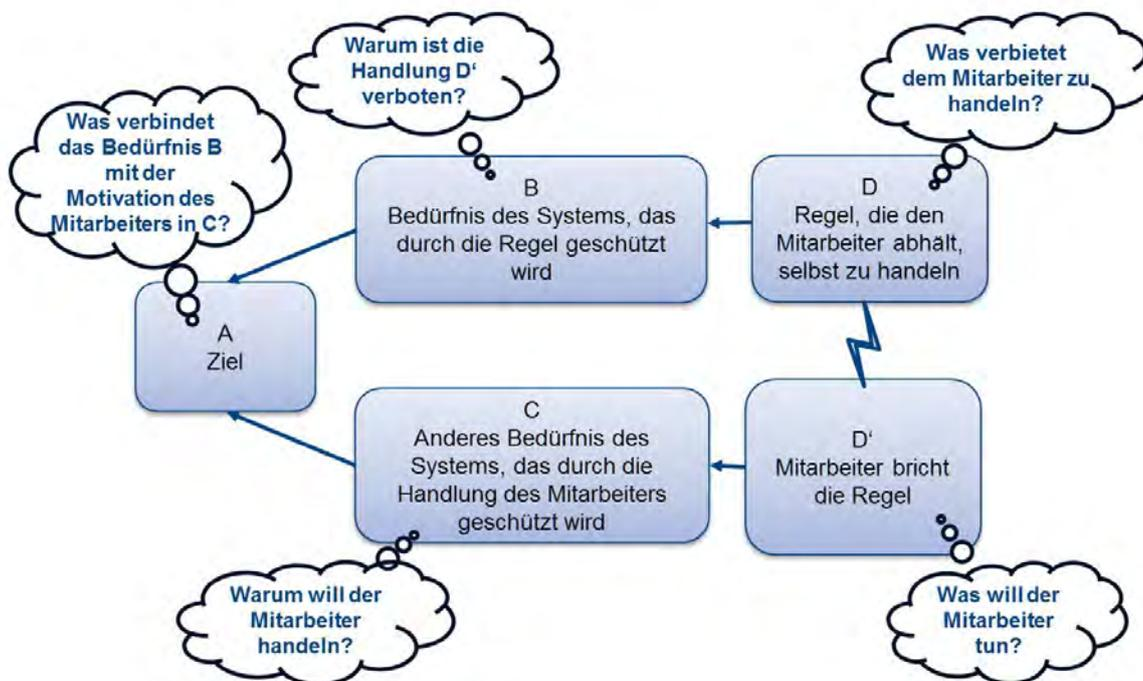

Bild 5: Feuerwolke zur Optimierung von Geschäftsprozessen
3. Erstellen Sie die Feuerwolke nach dem in Bild 5 dargestelltem Muster.